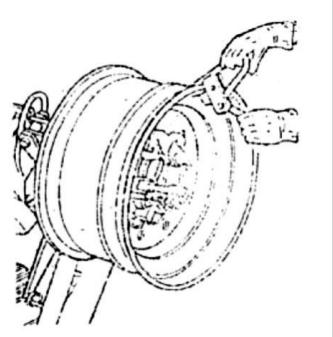

Fig 13
- 3) Serrez la pince dans la position la plus haute à l'extérieur de la jante de la roue, comme indiqué à la **Fig. 13**.